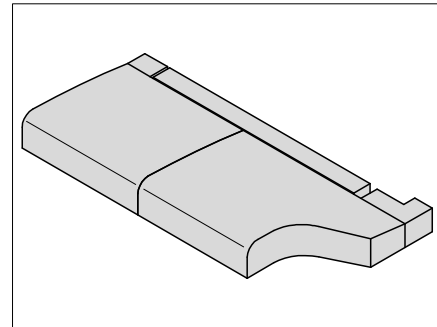
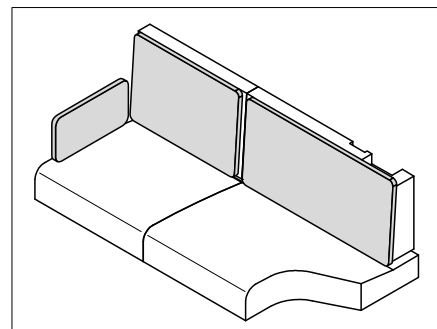

Fig. 211 Posizionamento dei sedili
Fig. 213 Cuscini per gli schienali
- Applicare i cuscini del divano, dello schienale e aggiuntivi come illustrato in Fig. 211 - Fig. 213.